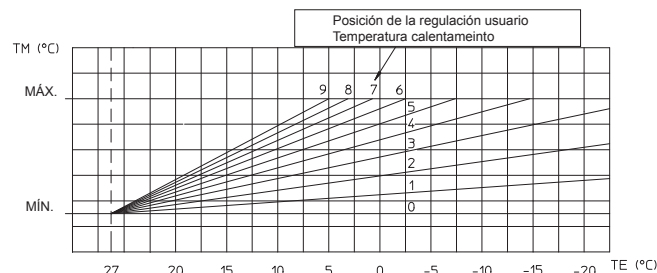

Fig. 1-8
La sonda se puede conectar directamente a la instalación eléctrica de la caldera y permite disminuir automáticamente la temperatura máxima de ida a la instalación, con el aumento de la temperatura externa, para regular así el calor suministrado a la instalación, en función de la variación de la temperatura externa. La sonda externa actúa siempre cuando está conectada, independientemente de la presencia o del tipo de cronotermostato ambiente usado. La correlación entre la temperatura de ida de la instalación y la temperatura externa, está determinada por la posición del selector ubicado en el panel de control de la caldera, según las curvas representadas en el diagrama (Fig. 1-8). La sonda externa se debe conectar a los bornes 38 y 39 de la tarjeta electrónica de la caldera (Fig. 3-2).
• **Funcionamiento con sonda externa opcional (⚡).** En caso de instalación con la sonda externa opcional la temperatura de envío de la caldera para el calentamiento ambiente es administrada por la sonda externa en función de la temperatura externa medida (Par. 1.6). Es posible modificar la temperatura de envío seleccionando la curva de funcionamiento mediante los pulsantes (5 y 6) seleccionando un valor de “0 a 9” (Fig. 1-8).